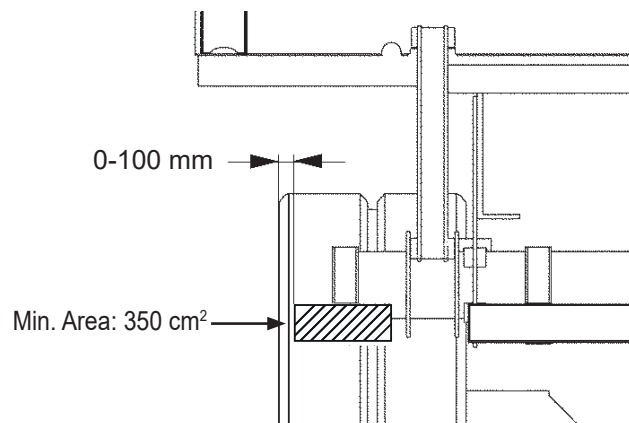

Bild 33. Lagstadgade mått
- Horisontellt avstånd från ytterkant av balken till hjulets utsida: Max 100 mm. Se Bild 33.